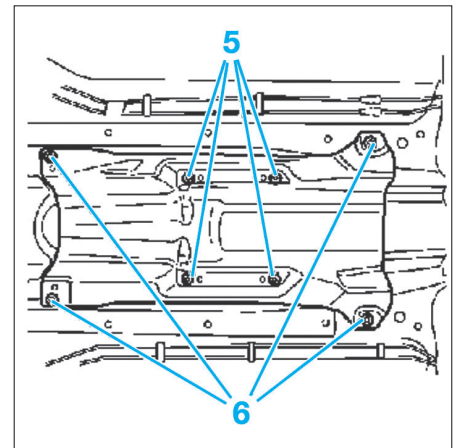

Fig. 16
- Déposer les 4 vis de fixation (5) de la commande de boîte de vitesses (Fig.16).